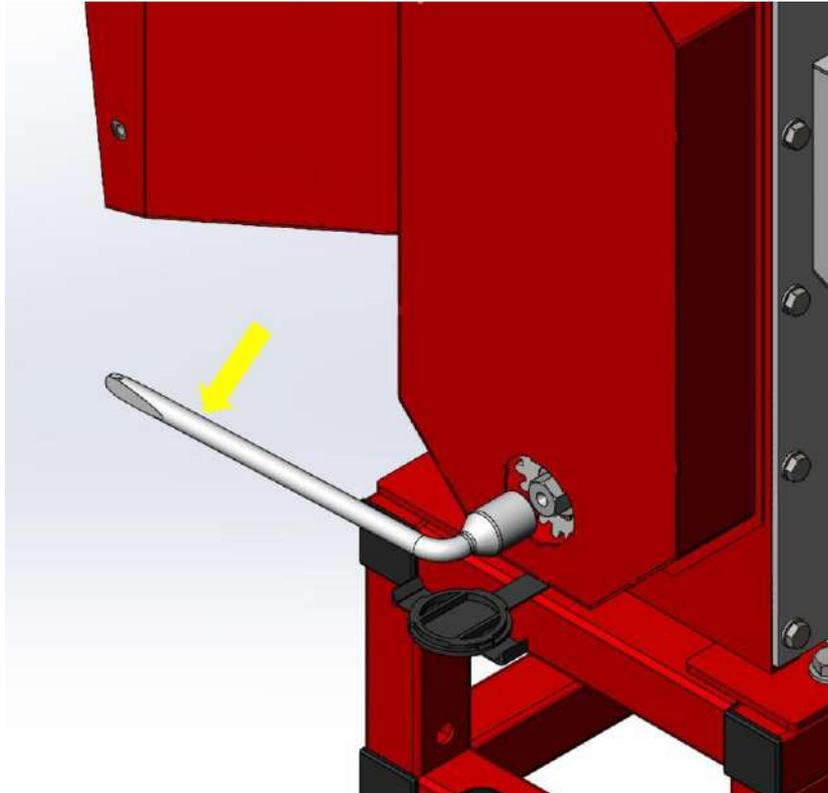

Рисунок 23. Процес розклинювання
2. Візьміть спеціальний накидний ключ (йде в комплекті з подрібнювачем) (Рис. 23).
3. Встановіть ключ на профіль вала (Рис. 23).
4. Обережно поверніть вал у зворотному напрямку (проти годинникової стрілки), створюючи реверсивний рух ножів (Рис. 23).